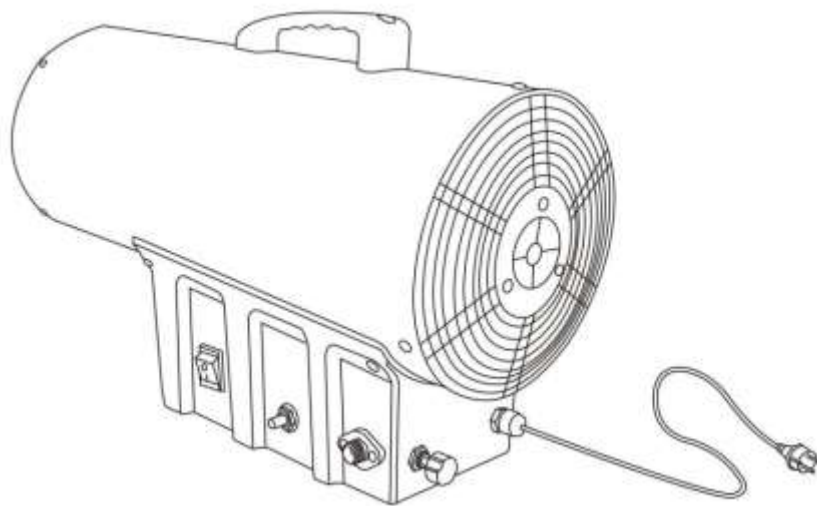

Рис.1
- Тепловые газовые пушки (ТГП) Рис. 1 должны использоваться только на открытом воздухе или в хорошо вентилируемых помещениях.